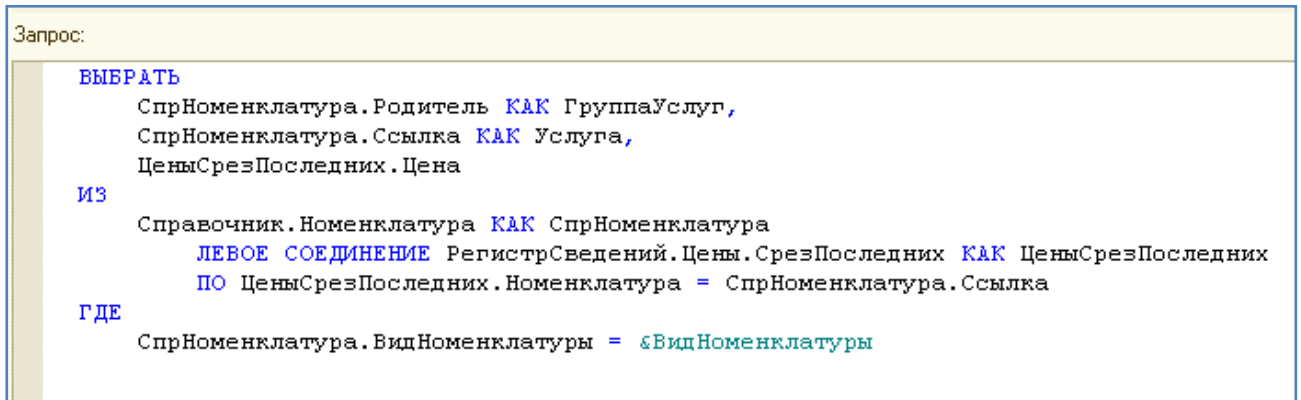

Рис. 60. Код запроса
9. Нажать ОК и проверить код, который сформировал конструктор запроса (рис. 60).